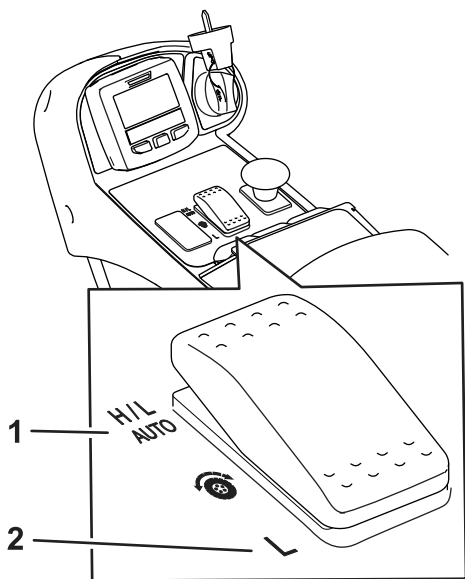
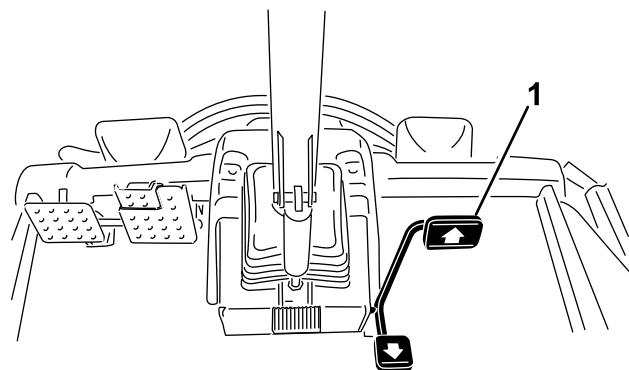

図 27
図 28
- ・ このマシンは、通常の運転条件下では、速度レンジ設定を H/L AUTO にして使用することを前提にしております (図 27)。この設定で使用すると、移動走行しているか刈り込みをしているかをマシンが自動的に判別して高速レンジと低速レンジを自動的に使い分けます。
- ・ Low 位置速度レンジスイッチ 図 27 の低速レンジ設定では、マシンは常に低速レンジで動作します。整備場内での移動、トレーラへの積み下ろし、急斜
このマシンには、低速走行レンジと高速走行レンジという2つの速度レンジがあります。切り替えスイッチにより、以下のモードを選択することができます (図 27)
走行ペダルを一杯に踏み込んだ時の最大速度を設定することができます (図 28)。ローレンジ用とハイレンジ用に別々の最大速度を設定できます (図 27)。